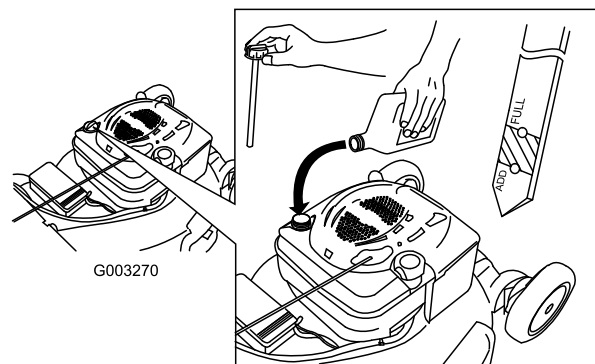

Figura 13
1. Retire la varilla, límpiela, y vuelva a colocarla (Figura 13).
2. Retire la varilla y compruebe el nivel de aceite (Figura 13). Si el nivel de aceite está por debajo de la marca "Add" de la varilla, vierta **lentamente** aceite en el tubo de llenado hasta que el nivel llegue a la marca "Full" de la varilla. **No llene demasiado.** (Capacidad máxima: 0,59 l (20 onzas), tipo: SAE 30W, aceite detergente con clasificación de servicio API SF, SG, SH, SJ, SL o superior.)